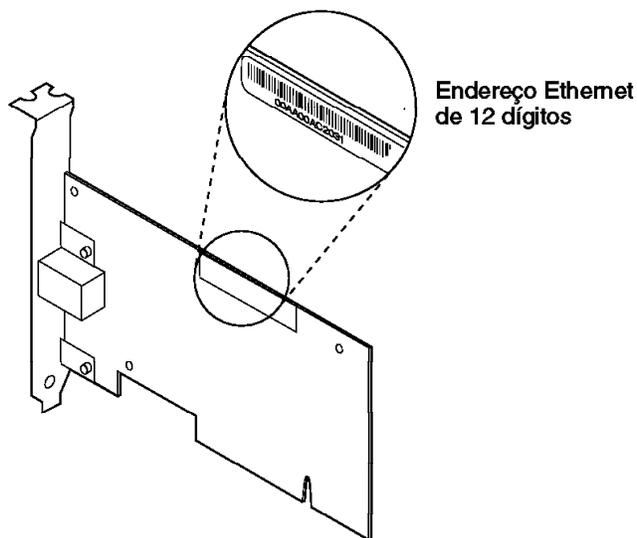

Figura 2-2. Localização do Endereço Ethernet
**Nota:** O endereço Ethernet da placa está impresso em uma etiqueta afixada na borda da placa conforme apresentado na Figura 2-2. O endereço Ethernet é, às vezes, chamado *endereço de Nó* ou o *endereço MAC*. Este endereço hexadecimal exclusivo, de 12 dígitos, foi armazenado na memória da placa, durante a fabricação da mesma.